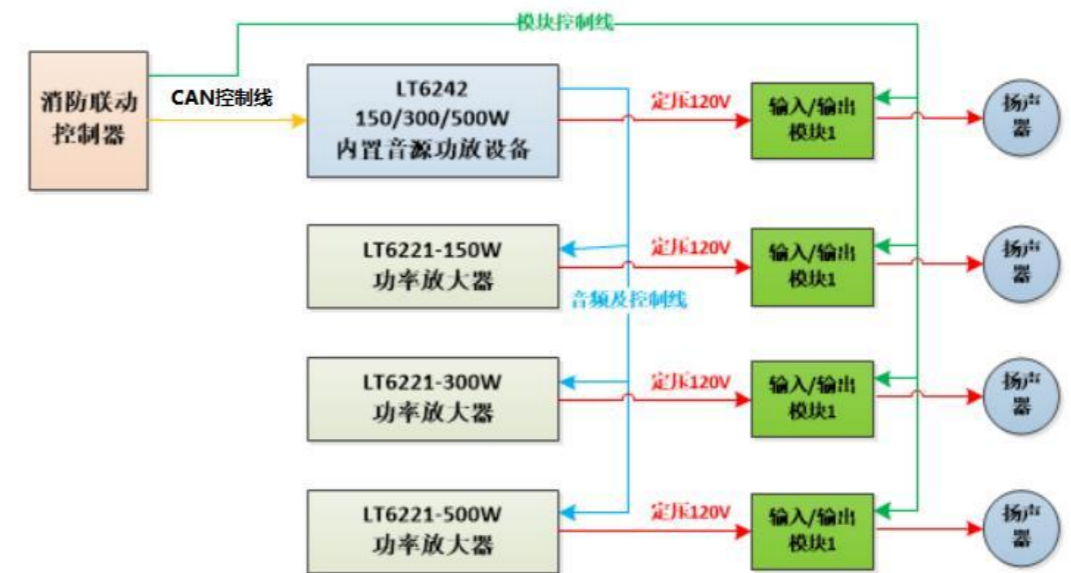

图 1.3.1 LT6242 系统组成框图
(1) 1 台消防广播主机支持配接 15 台功放,广播输出线路传输距离可达 1km;图 1.3.1 给出了基本的系统配接,设计人员可根据工程实际情况,结合相关产品进行系统设计。